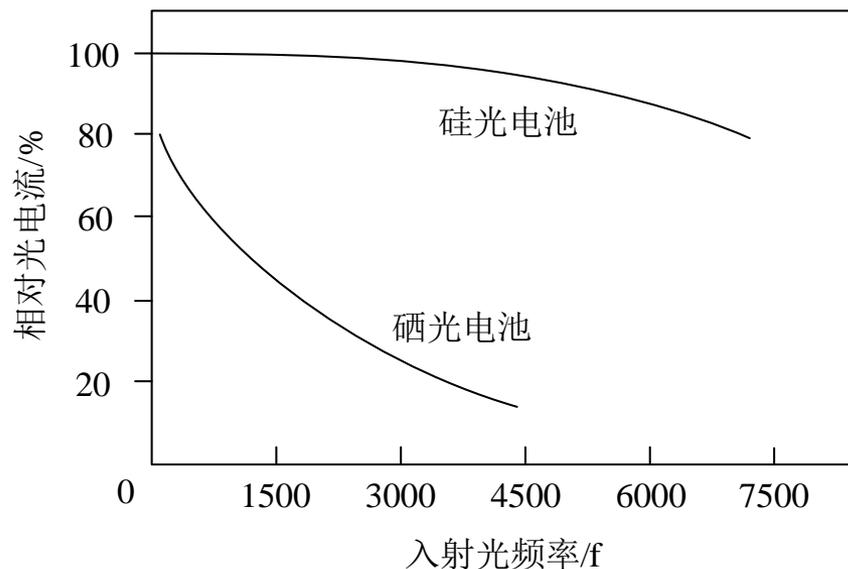

图7-30 硅光电池的频率特性
- 光电池在作为测量、计数等应用时，常用交变光照。光电池的频率特性即是反映光的交变频率与光电池输出电流之间的关系，如图7-30所示。从曲线上可以看出，硅光电池具有很高的频率响应，可用于高速计数、有声电影等方面。